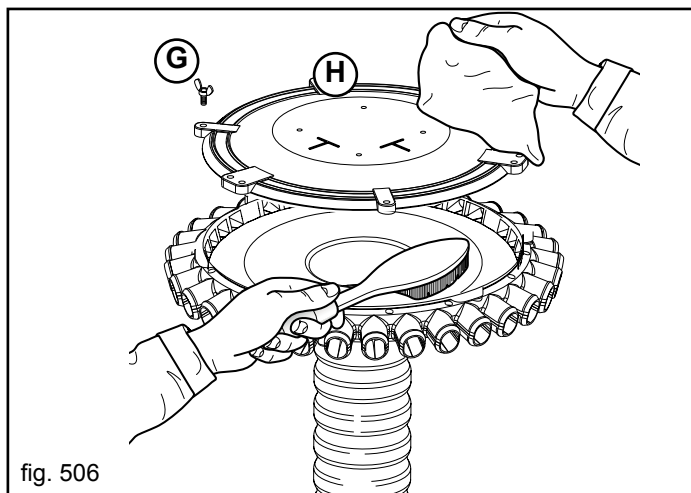

fig. 506
VAR 50:E ARBETSTIMME	<ul style="list-style-type: none"> - Utför en komplett och noggrann rengöring av doseringsanordningens kropp (se kapitel 3.4). - Utför en komplett och noggrann rengöring av spridningshuvudet (Fig. 506): <ul style="list-style-type: none"> • Lossa och avlägsna muttrar och vingar (G); • Ta bort spridarens lock (H); • rengör metalldelarna med en borste och plastdelarna med en trasa; • Återmontera locket och fäst det med vingmuttrarna. - Kontrollera korrekt inriktning av kugghjulen och transmissionskedjornas spänning för att undvika snabbt slitage eller brott på transmissionsdelarna. - Smörj med mineralolja (SAE 80W/90) alla transmissionskedjorna (Fig. 502).